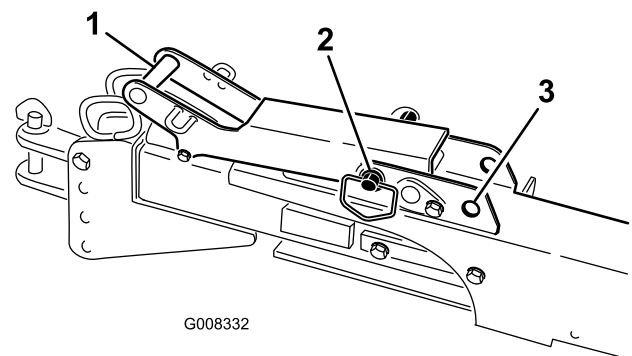

Figura 35
- Se usate l'attacco di traino, riposizionare il processore core dietro il veicolo, ritraete l'attacco di traino e spostate il perno della maniglia di chiusura in posizione bloccata (Figura 35).